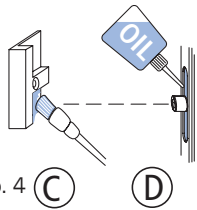

Abb. 4
Um die Leichtgängigkeit der Winkhaus autoPilot Beschläge zu erhalten, müssen die Schließbleche (C) einmal jährlich an den Einlaufseiten mit technischer Vaseline oder einem anderen geeigneten Fett geschmiert werden (s. Abb. 4, 5 und 6).